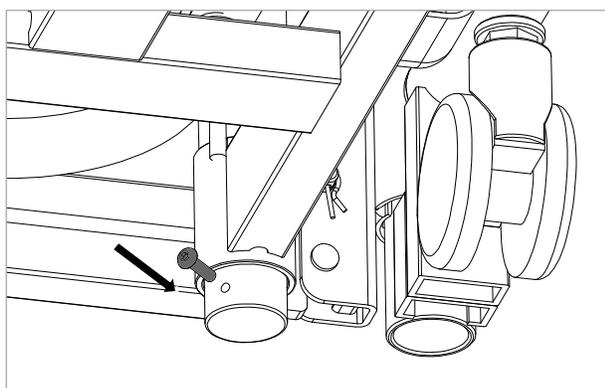

Figure 6.5
4. Installez la vis M5 x 20 mm dans le trou fileté de la potence comme illustré à la Figure 6.5 et serrez avec une clé Allen de 4 mm.